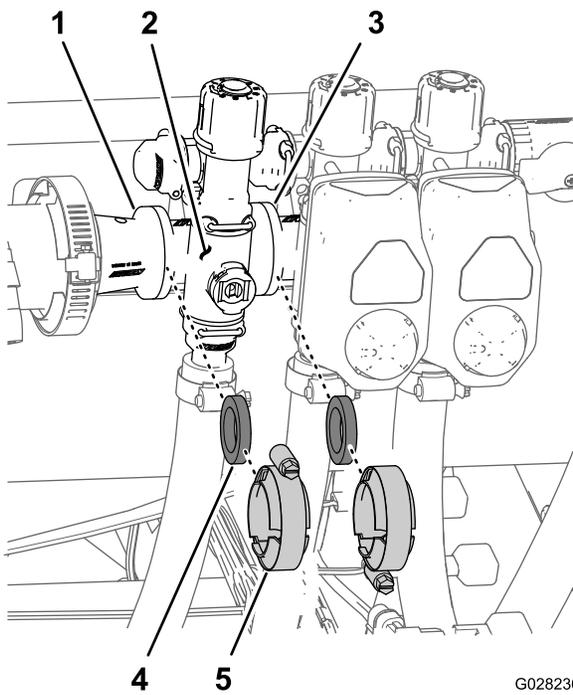

**Figure 79**
2. Déposez le collecteur à vanne d'agitation de la machine (Figure 79).